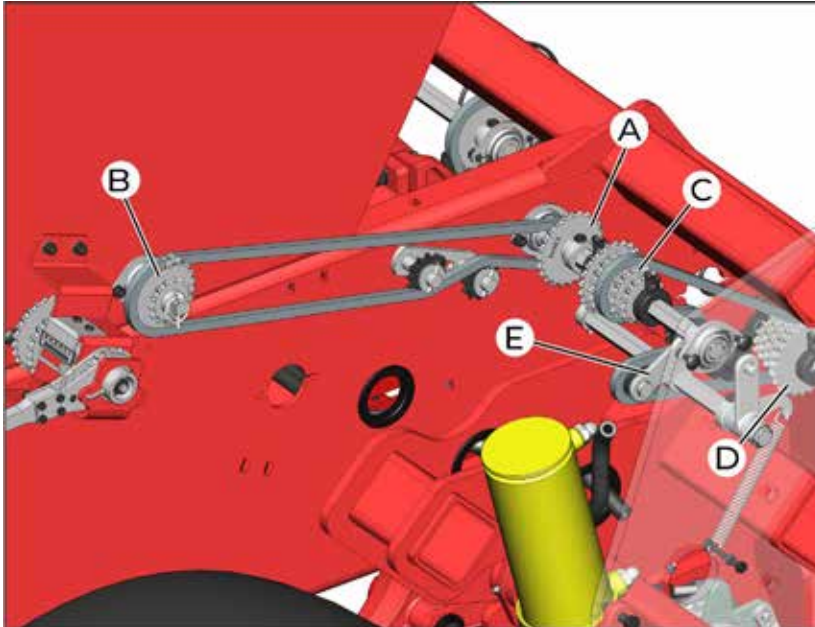
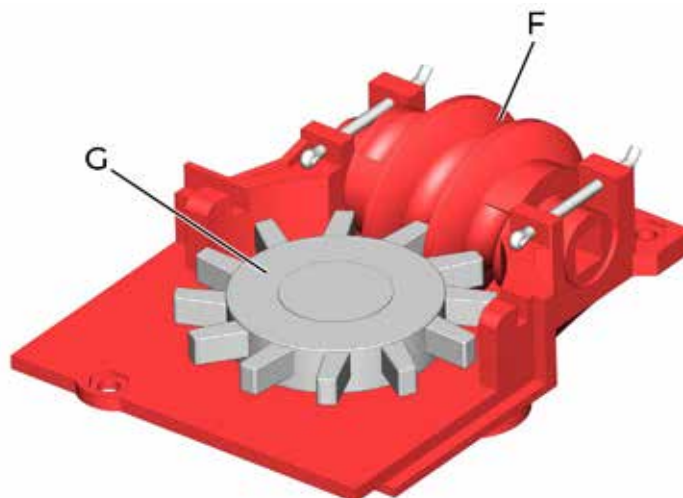

fig. 14
fig. 15
A regulagem da quantidade de fertilizante em Kg/ha é realizada através do intercâmbio de rodas dentadas motrizes (A) (fig.14) e rodas dentadas movidas (B), do “pinheirinho” movido (C) e motriz(D), sendo que o fertilizante é deslocado através do rotor (G) (fig. 15).
A distribuição do adubo é realizada por meio da caixa dosadora do adubo, através de condutores helicoidais (rotores F) (fig. 15).